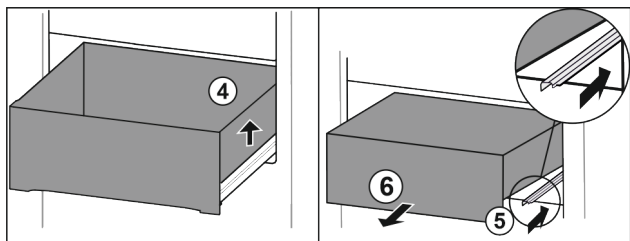

Fig. 14*
- ▶ Nadvihnite zásuvku doprava Fig. 14 (4).*
- ▶ Zasuňte pravú koľajničku Fig. 14 (5).*
- ▶ Odoberte zásuvku dopredu Fig. 14 (6).*